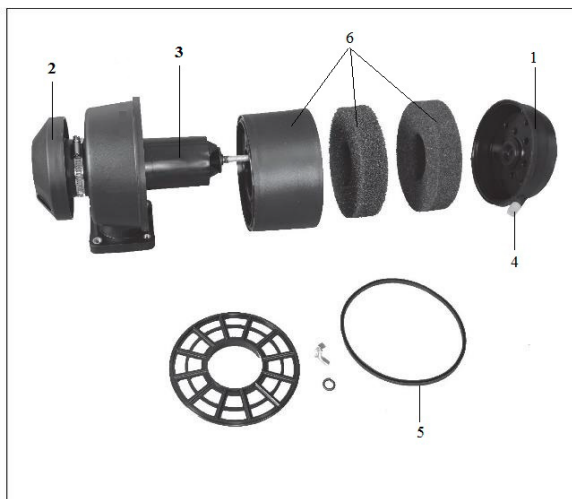

Рис. 15
- Снимите с воздушного фильтра масляный поддон "1"(рис.15);
- Снимите влагозащитную насадку "2"(рис.15) и очистите впускную трубу "3"(рис.15);
- Проверьте состояние уплотнительного кольца «5»(рис.15) и при необходимости замените его.
- Равномерно залейте моторное масло в масляный поддон во все 6 ячеек до отметки максимального уровня на щупе "4"(рис.15) и соберите в обратной последовательности воздушный фильтр;
- Промойте фильтрующий элемент "6"(рис.15) теплой водой с мылом.